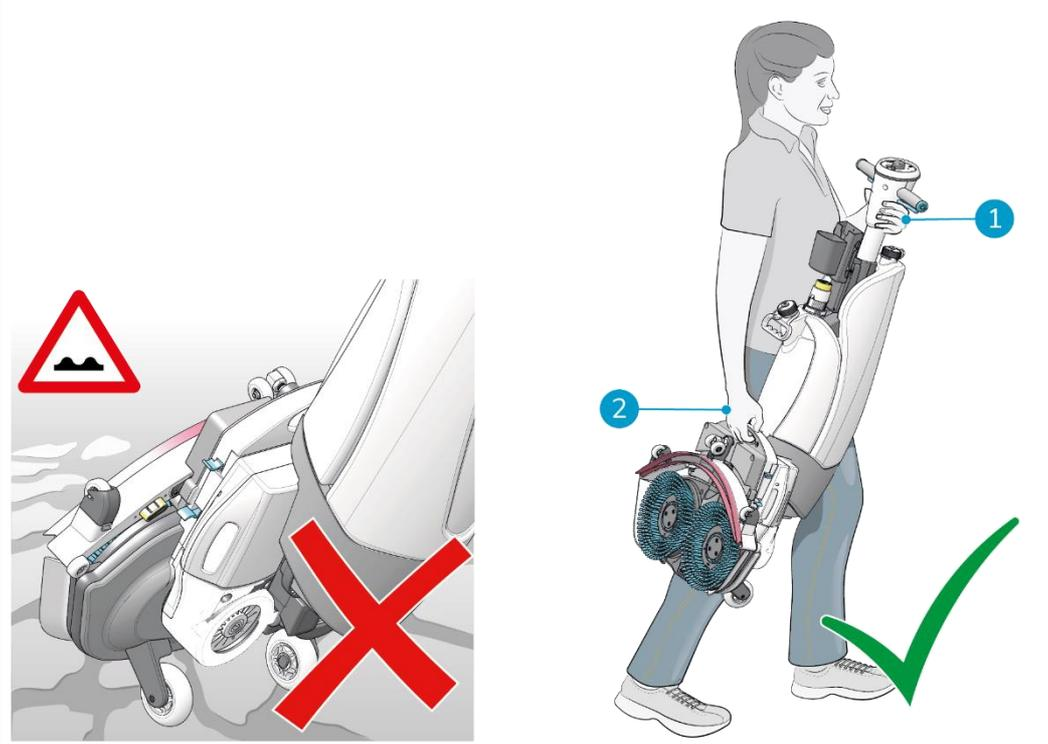

Figura 7
2. Trasportare l'i-mop XL Pro con una sola mano (Figura 7, pos. 2) tenendo l'impugnatura con l'altra mano (Figura 7, pos. 1).